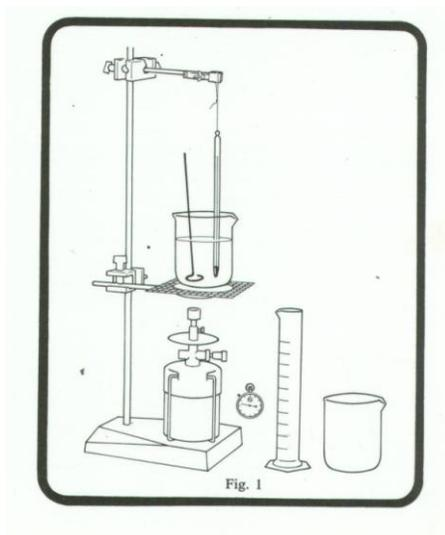

Figura 9.1
1.-Realice el montaje como el que indica la figura 9.1, para obtener nodos y vientres en un resorte con un extremo fijo, aplicando la tensión necesaria al resorte.
- 1.-Arme el sistema como se indica en la figura 9.1